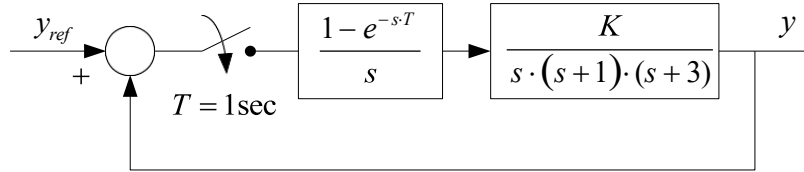

Figura 3. Schema bloc a sistemului 2.2
2) Se consideră sistemul de reglare automată cu eşantionare prezentat în figura 3.